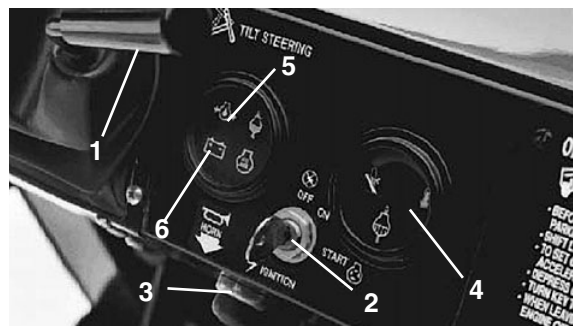

Figure 23
Levier de réglage de l'inclinaison du volant (Fig. 23) – Ce levier à droite de la console permet d'ajuster la position du volant pour le confort de l'utilisateur.
Témoin de basse pression d'huile (Fig. 23) –
Commutateur d'allumage (Fig. 23) – Sert à mettre le moteur en marche et à l'arrêter. Il a trois positions : contact coupé, contact établi/préchauffage et démarrage. Tournez la clé dans le sens horaire à la position de démarrage (START) pour engager le démarreur. Relâchez la clé quand le moteur démarre. Elle revient automatiquement à la position Contact établi (ON). Pour arrêter le moteur, tournez la clé dans le sens anti-horaire à la position contact coupé (OFF).
Témoin de charge (Fig. 23) – S'allume lorsque la batterie est déchargée. Si le témoin s'allume pendant l'utilisation, arrêtez le véhicule, coupez le moteur et recherchez les causes possibles, comme la courroie de l'alternateur.